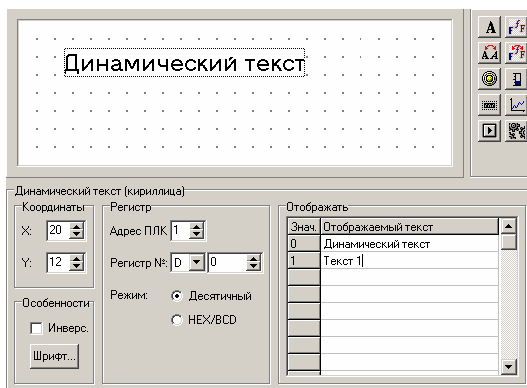

Рис. 4.7. Динамический текст (кириллица)
1. Нажать кнопку . Откроется область задания параметров изменяющихся текстов (см. рис. 4.7).